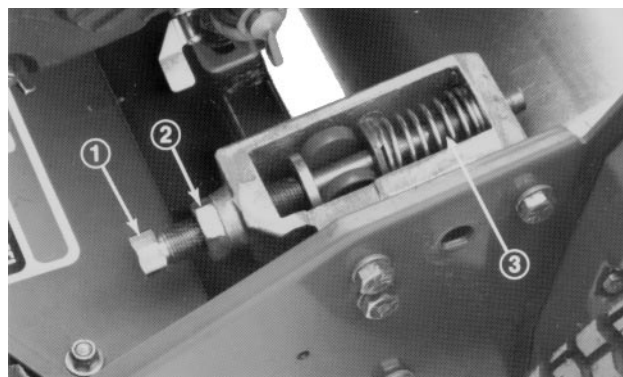
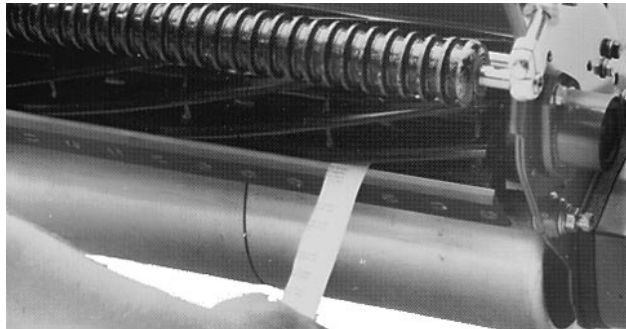

Fig. 4
Fig. 5
7. Løsn de 4 rullelejeskruer og skruen, som fastholder mellemskiven. Løft eller sænk højre side af rullen, indtil mellemrummet er reduceret til mindre end 0,25 mm. Stram rullelejeskruerne. Juster remspændingen og stram mellemskivens monteringskrue (Fig. 4).
1. Parkér maskinen på en jævn, plan arbejdsflade. Sørg for at fjerne kontakten mellem bundkniven og knivcylinderen fjernes ved at løsne låsemøtrikkerne på bundknivens justerskruer og dreje justerskruerne mod uret (Fig. 4).
3. Forfra i den ene ende af knivcylinderen stik en lang strimmel avispapir ind mellem knivcylinderen og bundkniven (Fig. 5). Mens knivcylinderen drejes langsomt fremad, strammes bundknivens justerskrue (i samme ende af knivcylinderen), én flade ad gangen, indtil papiret klemmes let, når det stikkes ind forfra, parallelt med bundkniven, hvilket medfører, at man mærker let modstand, når man trækker i papiret (Fig. 4).
5. Efter justeringen kontroller for at se, om knivcylinderen kan klemme papiret, når det stikkes ind forfra, og den kan klippe papiret over, når det stikkes ind vinkelret på bundkniven (Fig. 5). Det skulle være muligt at klippe papiret over med minimal kontakt mellem bundkniven og knivcylinderknivene. Skulle der være tegn på for stor modstand, vil det enten være nødvendigt at baglappe eller slibe klippeenheden for at få de skarpe skær, som er nødvendige for præcisionsklipping (se Toro håndbogen vedr. slibning).
**ADVARSEL:** Hvis bundstangen fjernes, skal man være forsigtig, fordi justerskrue ERNE (Fig. 4) er under tryk og pludselig kan løsne sig.